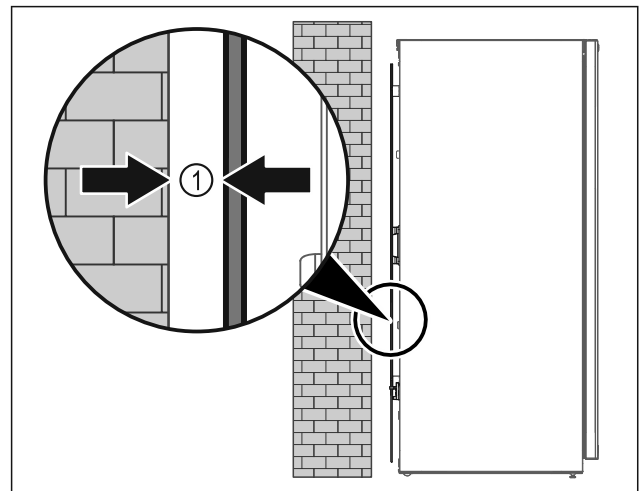

Fig. 47
► Gerät entweder frei im Raum oder direkt an einer Wand mit einem Mindestabstand von 5 mm Fig. 47 (1) aufstellen.